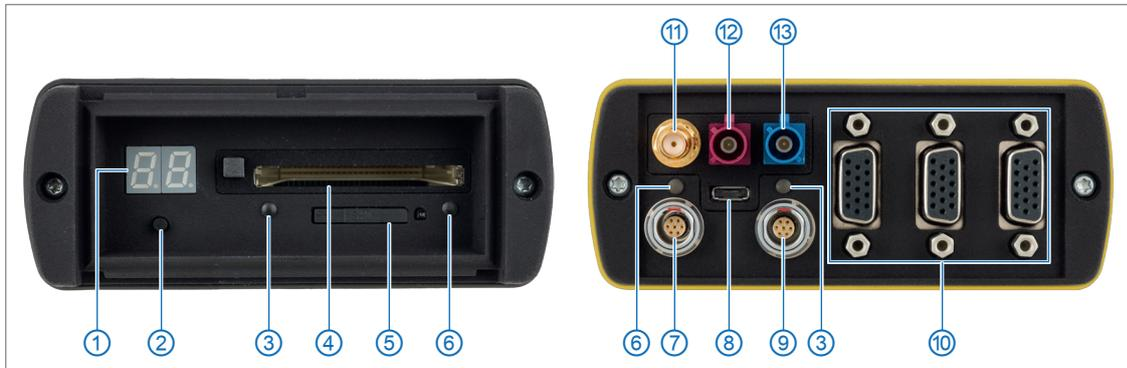
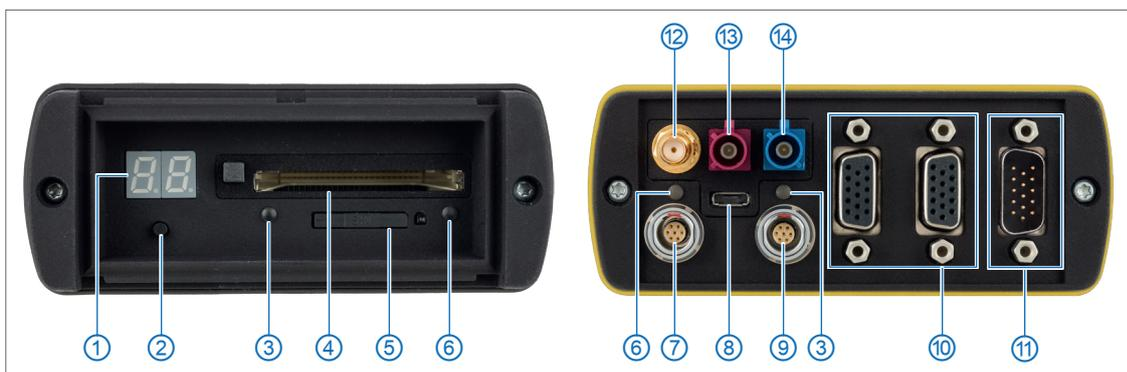

Abb. 3-1: UniCAN 3, Vollausbaustufe: Anschlüsse Front- und Rückseite
Abb. 3-2: UniCAN 3 ETH, Vollausbaustufe: Anschlüsse Front- und Rückseite
- ▶ Die Netzwerk-LED (Abb. 3-1/Abb. 3-2, ③) zeigt den Zustand der Übertragung an.
- ▶ Die Status-LED (Abb. 3-1/Abb. 3-2, ⑥) zeigt den Zustand für Messung, Betrieb und Kartenzugriff an.
An der Frontseite des UniCAN 3 befindet sich zusätzlich eine zweistellige Siebensegment-Anzeige (Abb. 3-1/Abb. 3-2, ①). Diese ergänzt die beiden LEDs und dient der Visualisierung von Gerätestatus und Fehlercodes. Ein leuchtender Dezimalpunkt in der zweistelligen Siebensegment-Anzeige signalisiert, welcher Status gerade angezeigt wird:
Die Anzeige wird automatisch für 10 Sekunden nach dem Neustart des Gerätes eingeschaltet oder für 2 Sekunden bei einer Zustandsänderung. Ist die Anzeige inaktiv, startet der Druck auf die Taste (Abb. 3-1/Abb. 3-2, ②) die Anzeige für den Zustand der Messung (für 10 Sekunden). Ein erneuter Tastendruck wechselt zwischen der Anzeige für Messung und Übertragung (und sorgt für 10 Sekunden Nachleuchten). Im Standby-Zustand einer Wake-on-CAN mit No-Message-Lost Konfiguration startet ein langer Tastendruck von mindestens 5 Sekunden die Messung. Während dieses Tastendrucks erscheint in der Anzeige ein Countdown, der von 4 auf 0 herunterzählt.